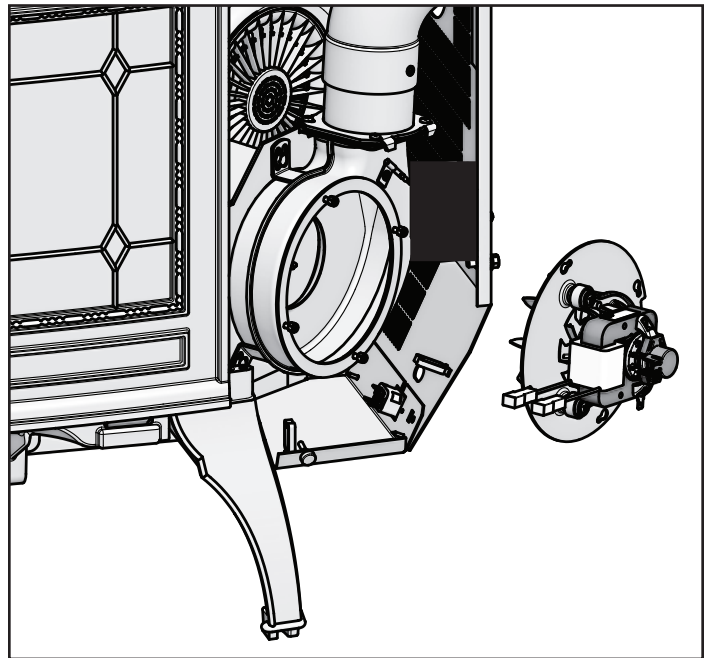

Figure 25.2
2. Retirez le panneau droit en desserrant les deux vis, grâce à une clé ou à un tournevis à tête cruciforme (**Figure 25.2**).